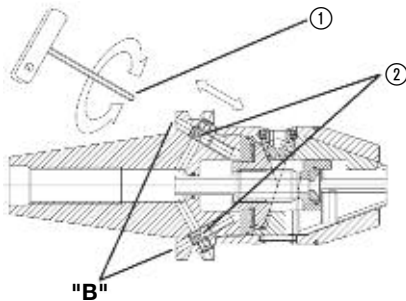

Fig. 1
- Forme AD (Fig. 1)
- Forme B (Fig. 1 + 2)